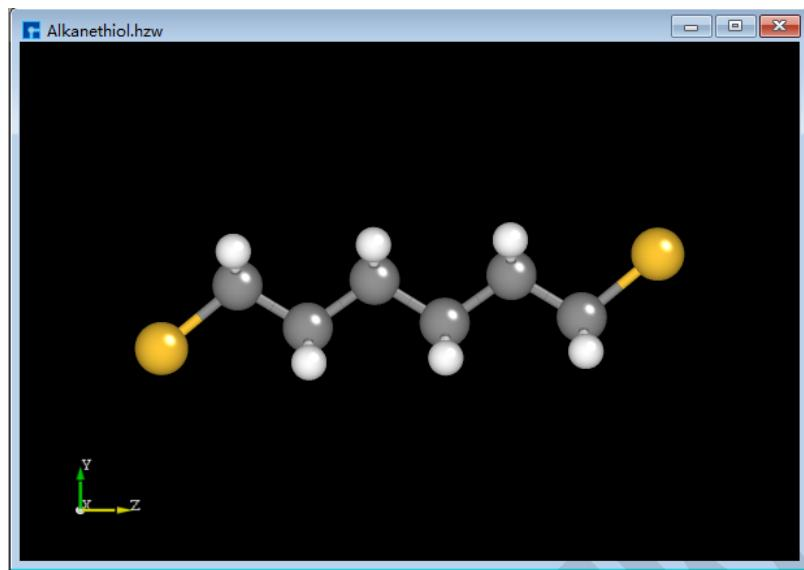

图 5.54: 烷硫醇 (Alkanethiol) 分子结构
(1) 导入烷硫醇 (Alkanethiol) 分子结构如 图 5.54 所示。